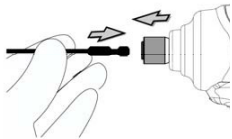

Fig. 1
1. Trek voor het plaatsen van bits de houder in de richting van de pijl en plaats het bit in de houder totdat het bit niet meer verder kan. Laat vervolgens de houder los om het bit vast te zetten. Zoals aangegeven in (Fig 1).